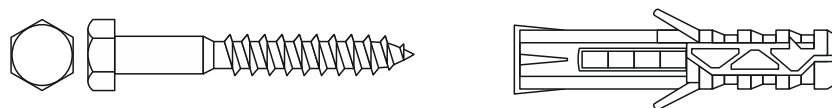

Рисунок 7.4.1 – Шуруп с шестигранной головкой «Глухарь» с дюбелем
3) Сверление производить сверлом диаметром 16 мм. В отверстия установить распорные дюбели диаметром 16 мм и длиной 80 - 120 мм (рис. 7.4.1).